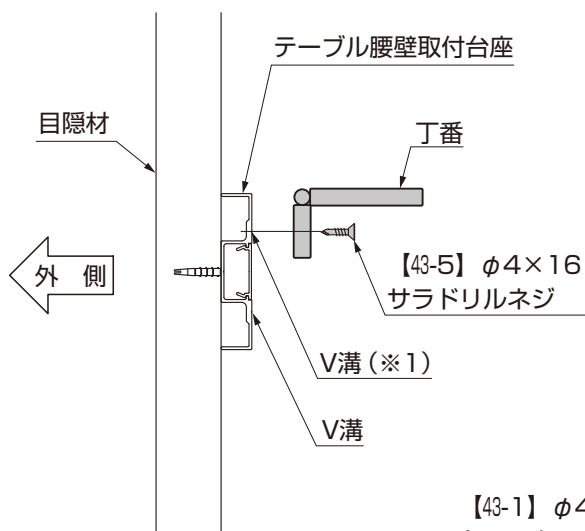

図2-4
- テーブル腰壁取付台座の上のV溝(※1)に取付けてください。(図2-4参照)